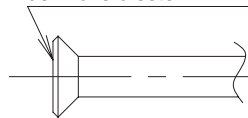

Fig. 11
- Lors d'une connexion avec un écrou de raccordement Flare, enduisez la surface interne de l'écrou uniquement avec de l'huile d'éther ou de l'huile d'ester. (**Reportez-vous à Fig. 11**) Tournez ensuite l'écrou de raccordement Flare 3 à 4 fois avec votre main et vissez l'écrou.